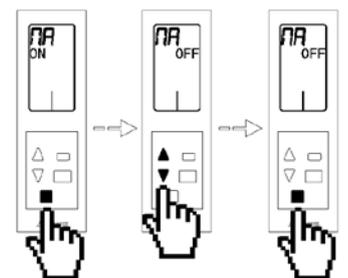

Fig. 102
- **Configuración Termostato Maestro $\bar{n}R$:** Muestra la configuración que tiene el termostato. Si es maestro muestra **ON** y si es zona muestra **OFF**. Si desea cambiar configuración del termostato pulse el botón de confirmación , el valor del menú se pondrá a parpadear, esto indica que estamos dentro del menú. Seleccione la opción deseada mediante las flechas Δ / ∇ y pulse el botón de confirmación . Si desea salir del menú pulse el botón salir para volver al menú anterior. (Fig. 102)